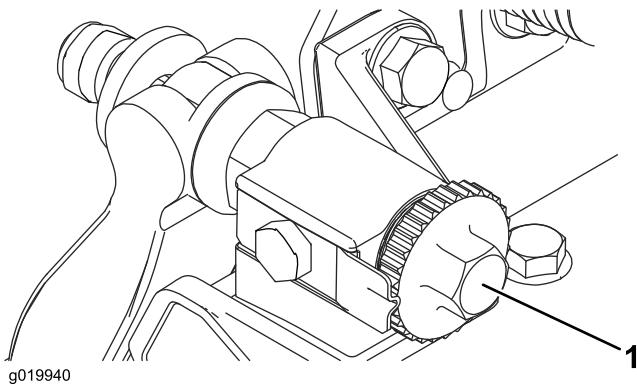

Figura 8
- Coloque a unidade de corte numa superfície de trabalho plana e nivelada. Rode os parafusos de ajuste da barra de apoio no sentido contrário ao dos ponteiros do relógio para assegurar que a barra de apoio não entra em contacto com o cilindro (Figura 8).